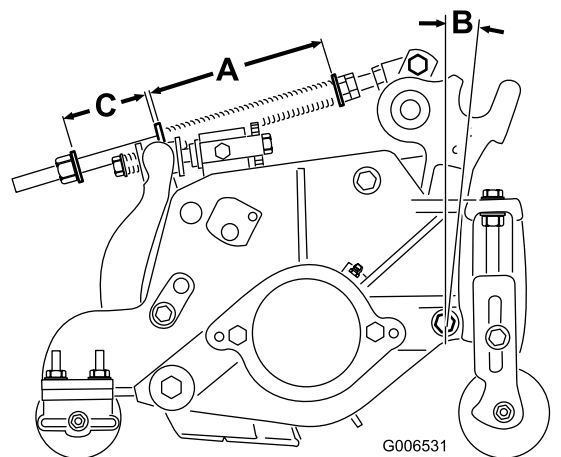

図 20
ターフ補正スプリング(図 20)は、カuttingユニットの前から後ろへの「体重移動」を行います。これにより、ボビングと呼ばれる「波打ったような」仕上がりを防いでいます。
1. スプリングロッド後部のロックナットを締め、すきま(C)を51 mmとする(図 20)。
2. スプリングロッド前部の6角ナットを締め、スプリング（圧縮状態）の長さ（A）が159 mmになるようにする（図 20）。
**注** アンジュレーションの大きなターフを刈る時は、ターフ補正スプリングの長さ（A）とすき間（C）を13 mm大きくします（図 20）。